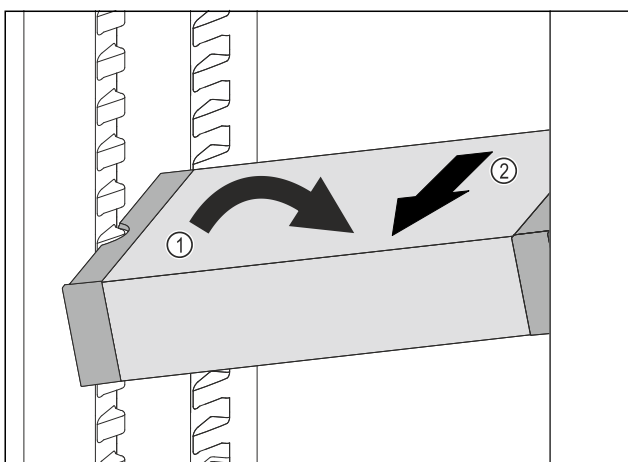

Fig. 186
- ▶ Расположите VarioSafe в холодильном отделении под наклоном. Fig. 186 (1)
- ▶ Извлеките VarioSafe движением вперед. Fig. 186 (2)